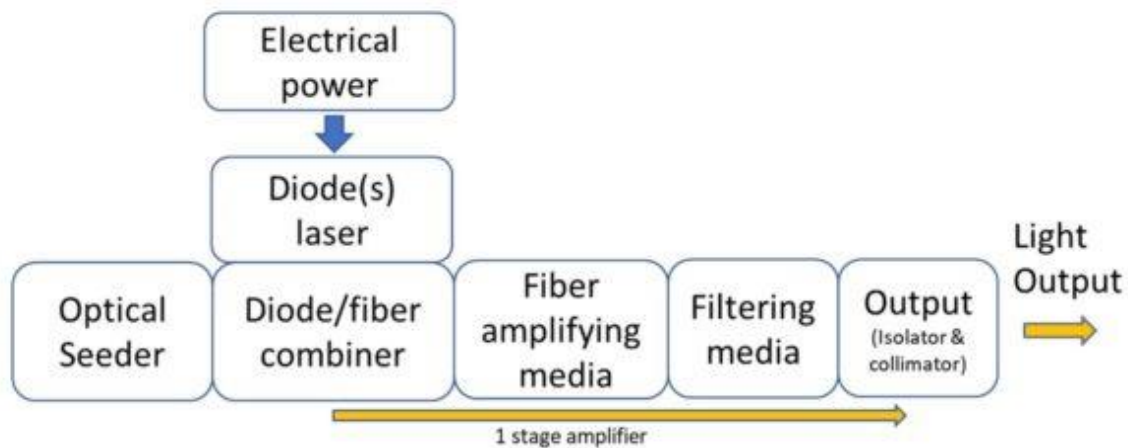

Ilustración 6. Láser de fibra en una configuración MOPA (Master Oscillator Power Amplifier) - versión de una sola etapa
1. **Diodos láser acoplados de fibra monomodo:** donde la luz proveniente de un pequeño diodo láser emisor de borde se enfoca en un núcleo de fibra de $\sim 6 \mu\text{m}$. Este tipo de diodo láser se ensambla generalmente en un paquete de mariposa con un refrigerador TEC integrado en el paquete (la tendencia actual es hacia factores de forma más pequeños). Estos diodos láser acoplados a fibra generalmente pueden alcanzar entre 300 mW y 1.5 W de potencia de salida. Se utilizan para bombear fibras activas de un solo revestimiento (ver Ilustración 6).
Acoplar la luz de un diodo láser acoplado a una fibra activa es un proceso complicado. Esto es especialmente cierto para las configuraciones de MOPA (Ilustración 6), donde se deben inyectar tanto la fuente de la sembradora de entrada como la luz de la bomba.